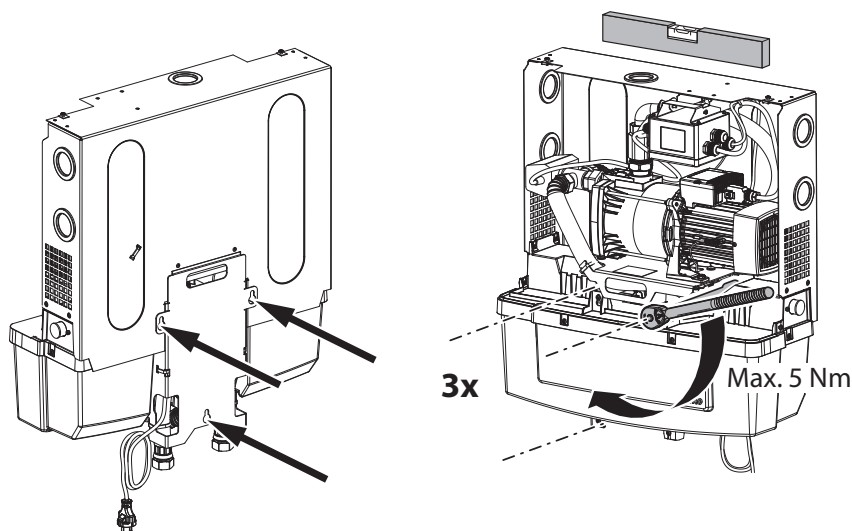

Fig. 13: Upevňovacie body pre zavesenie na stenu a pritiažnutie skrutiek
4. Zaveste systém za použitia pozdĺžnych dier na zadnej strane (Fig. 13) na skrutky.